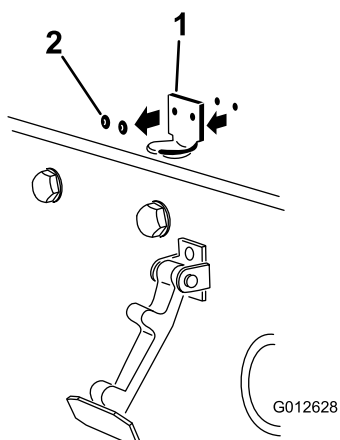

Figure 32
2. Retirez les rivets (2) qui fixent le support de loquet au capot (Figure 32). Déposez le support de loquet du capot.